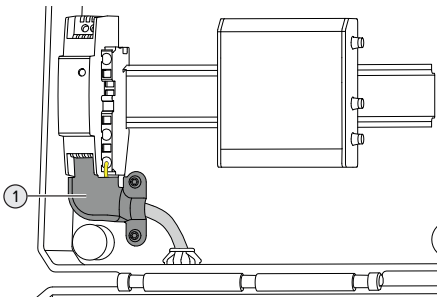

Fig. 7: Korrekt monterat täcklock
- ▶ Kontrollera att täcklocket är monterat enligt bild 7.